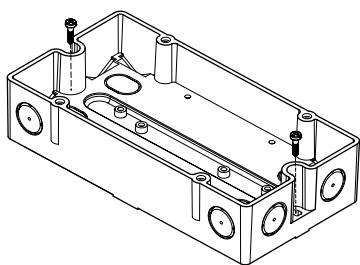

Fig. 4
3. Use two screws to fit the housing on a plane surface (Fig. 4).
3. Montieren Sie das Gehäuse mit zwei Schrauben auf eine plane Fläche (Fig. 4).